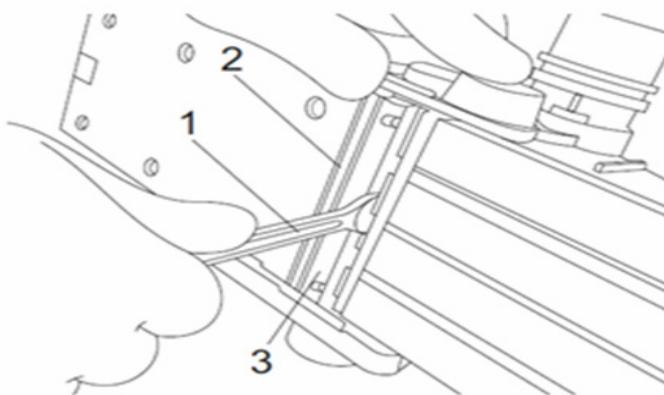

Рис.4
- Отвинтите гаечным ключом (1) три установочных винта.
- Извлеките клин (3) с ножом (2) из паза барабана .
- Переверните нож (нож имеет двустороннюю заточку) или замените его на новый. (Рис.4)